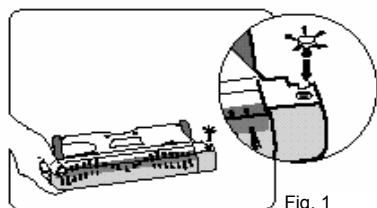

Fig. 1
1. Insérer l'accessoire de nettoyage des bords dans l'orifice « carré » sous l'ensemble moteur de le balai. Pousser délicatement mais fermement pour le verrouiller en place (voir la Fig. 1)